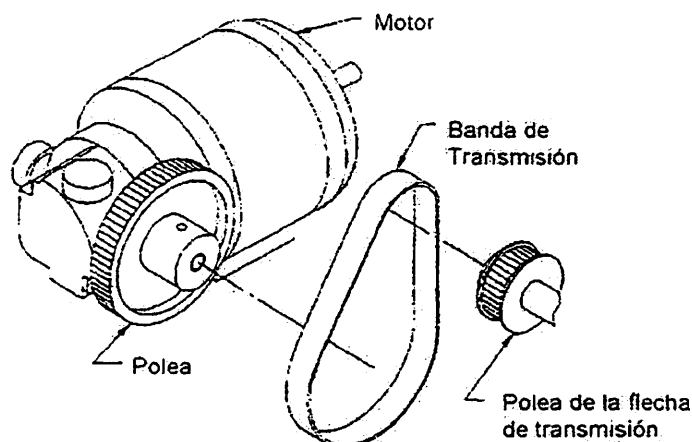

Figura 7
2. Para substituir la banda, coloque la nueva banda sobre la polea de la flecha de transmisión (1180S60) y luego deslicela sobre la polea mayor (1180S91). Tenga cuidado de no estirar la banda excesivamente al instalarla. (Ver figura 7).